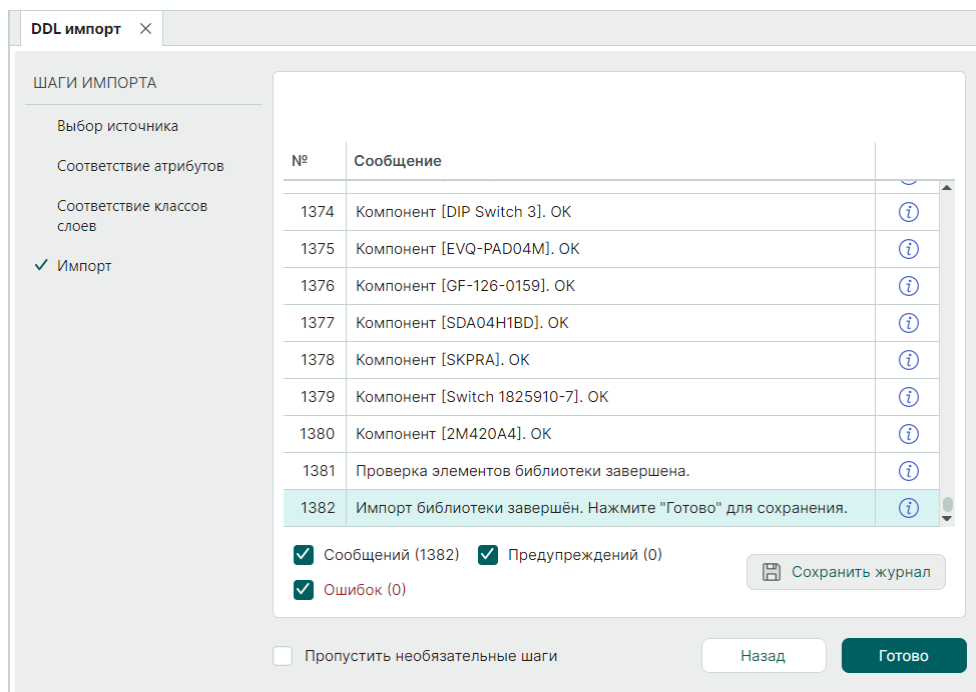

Рис. 28 Импорт библиотеки
11. Отображается список импортируемых объектов, см. Рис. 28.